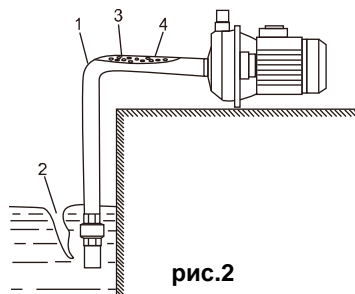

рис.2
- **неправильная установка (рис. 2)**